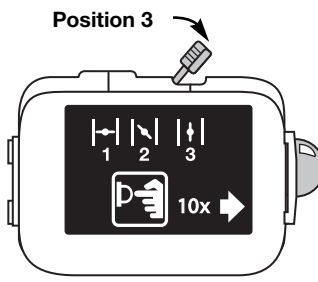

Fig. 10
10. Placez le levier d'étranglement bleu en position 3 (Fig. 10). La machine est prête à être utilisée.